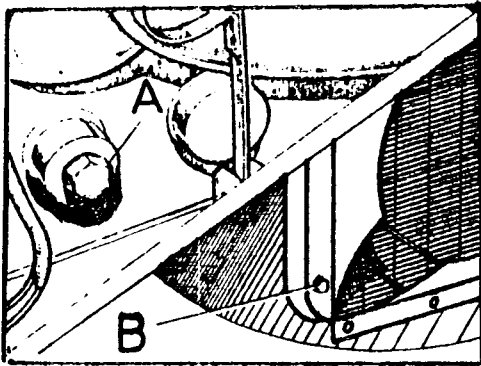

Fig. A3-19 Vaciado del sistema de refrigeración
- 1.2. Vaciar el circuito de refrigeración desmontando el tapón, A (Fig. A3-19) del bloque y el, B, del radiador.
- 1.2. Vaciar el circuito de refrigeración desmontando el tapón, A, del bloque y el B, del radiador (Fig. A3-19).